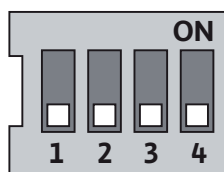

fig.28: Interruttori DIP
Gli interruttori DIP (fig. 13, pos. 5/fig. 28) si trovano sotto la copertura del corpo.